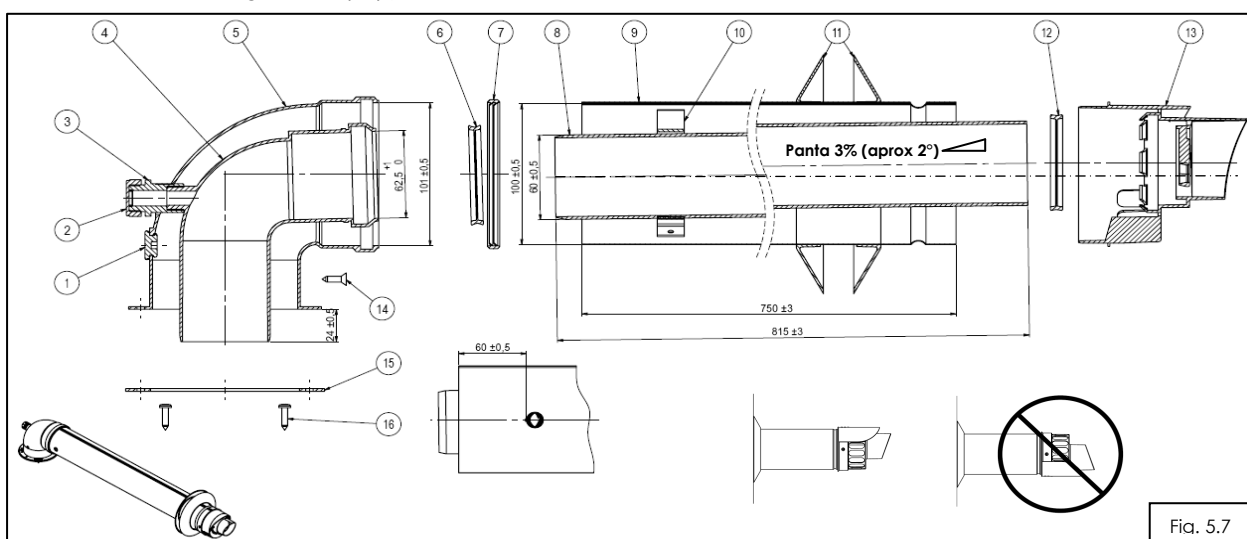

Fig. 5.7
**5.7.1 Utilizare kit coaxial condensare (tub interior plastic)-fig.5.7**
**Kitul de admisie- evacuare coaxial, fig.5.7 se livreaza impreuna cu centrala.** Evacuarea gazelor se face printr-un tub cu diametrul Ø60mm, coaxial cu tubul de admisie a aerului de diametrul Ø100 mm.